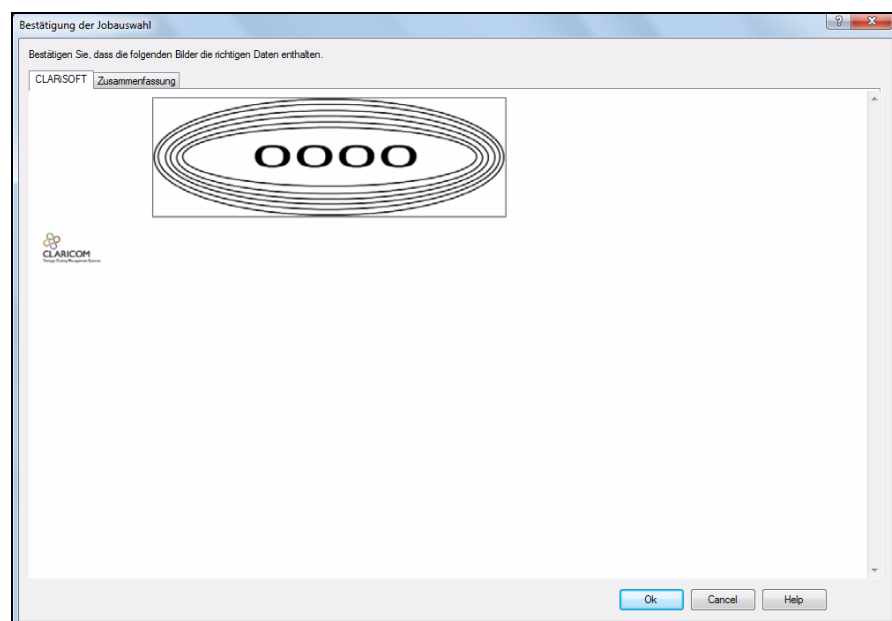

Abbildung 5-27: Bestätigungsfenster
- 8 Das Bestätigungsfenster wird angezeigt (siehe Abbildung 5-27).